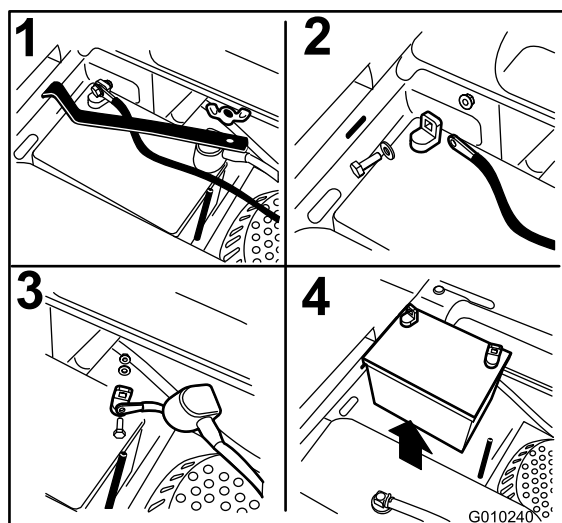

Figura 53
3. Retire a porca de orelhas que prende o grampo da bateria (Figura 53).
4. Retire o grampo (Figura 53).
5. Desligue primeiro o cabo negativo (preto) da bateria do terminal negativo (-) (preto) da bateria (Figura 53).
6. Deslize a tampa do terminal vermelho para fora do terminal positivo (vermelho) e remova o cabo positivo (+) (vermelho) da bateria (Figura 53).
1. Posicione a bateria na base com os pólos terminais afastados do depósito de combustível (Figura 53).
4. Prenda os cabos com 2 parafusos, 2 anilhas e 2 porcas de bloqueio (Figura 53).
6. Instale o grampo e fixe-o com a porca de orelhas.Figura 53